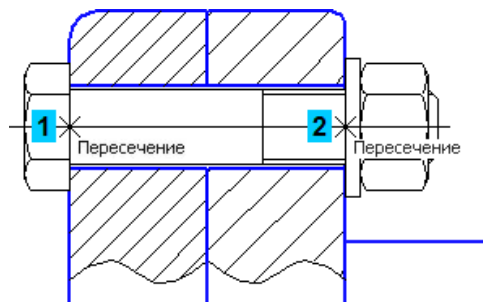

Рисунок 36.
- Разместите набор на чертеже, указав две точки на отверстии (рис. 36).